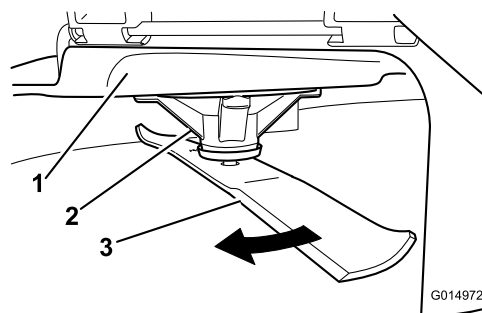

Рисунок 63
2. Используя толстые перчатки или другие подходящие средства защиты рук, медленно поверните нож в положение, позволяющее измерить расстояние от режущей кромки до уровня горизонтальной поверхности, на которой стоит машина (Рисунок 63).